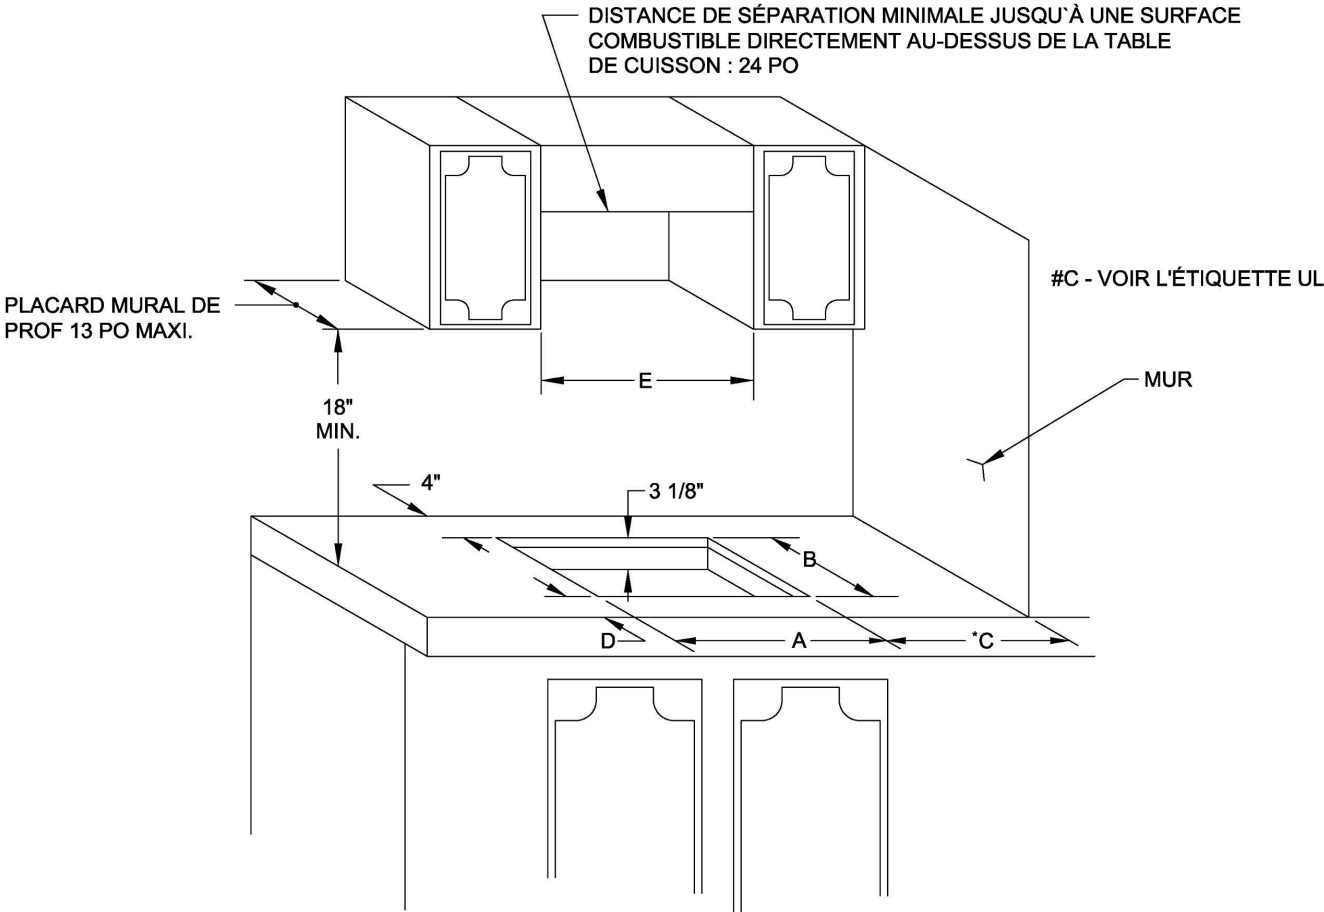

Figure 2
3. Dimensions pour l'ouverture à découper - Voir figure 2.